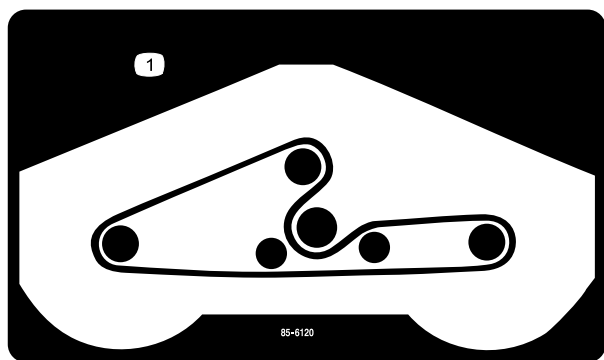

Figura 24
5. Montate la nuova cinghia attorno alle pulegge del fusello e nel gruppo puleggia tendicinghia, come illustrato in Figura 24.